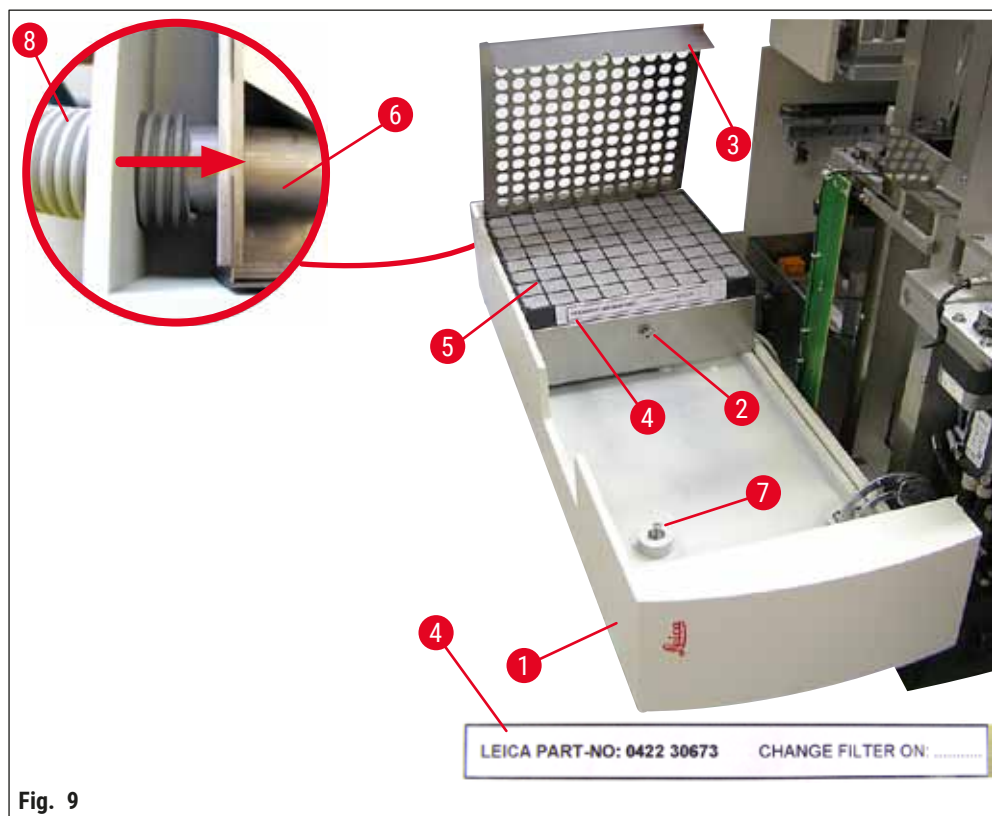

Fig. 9
(→ Fig. 9) detalii: Atașarea furtunului de evacuare (→ Fig. 9-8). Capacul filtrului (→ Fig. 9-3) și filtrul (→ Fig. 9-5) au fost scoase pentru a vedea piesa de conectare (→ Fig. 9-6).
2. Deschideți ușa de service (→ Fig. 15-1) așa cum este prezentat în (→ P. 27 – 4.6 Instalarea grupului dispenser) (→ Fig. 9).